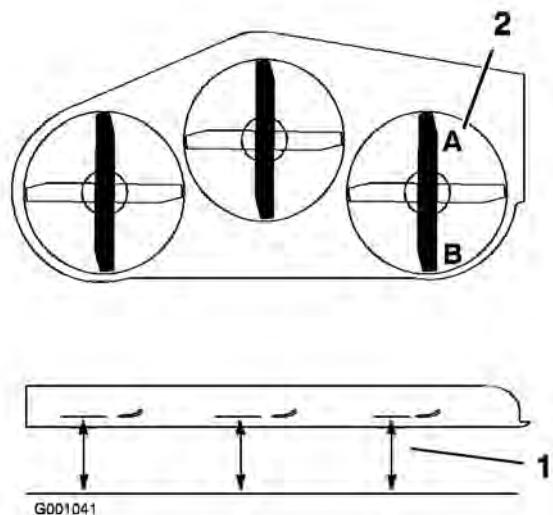

Figure 76
2. Tournez une lame dans le sens longitudinal. Mesurez la distance aux points **A** et **B** entre une surface plane et le bord coupant des pointes des lames (Figure 76).
4. Tournez les lames dans le sens longitudinal. Mesurez la distance aux points **C** et **D** (Figure 76) entre une surface plane et le bord coupant des lames.